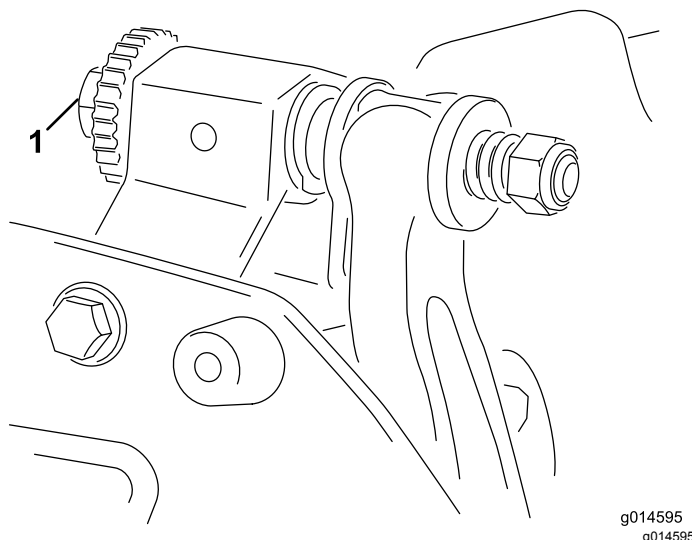

Figura 9
- A. Rode os parafusos de ajuste da barra de apoio no sentido dos ponteiros do relógio (Figura 9), um clique de cada vez, até que se veja e ouça um leve contacto.
6. Rode o parafuso de ajuste da barra de apoio direita (**Figura 9**) até sentir uma ligeira pressão no calço deslizando-o de um lado para o outro. Retire o calço.